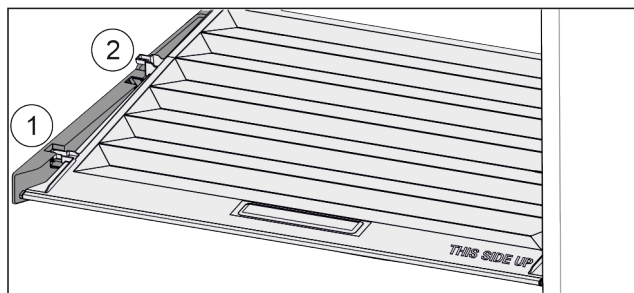

Fig. 68
- ▶ Pokrywę pociągnąć do przodu Fig. 68 (1), aż otworzy się w elementach trzymających.
- ▶ Podnieść tył od dołu i w wyjąć Fig. 68 (2) go do góry.